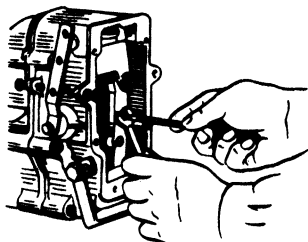

Рис. 64. Регулировка производи-
9.1. При номинальной частоте вращения 1030 об/мин , соответствующей максимальной мощности двигателя, средняя цикловая подача должна быть равна $93\text{—}97 \text{ мм}^3/\text{цикл}$ для двигателя ЯМЗ-240М2, $138\text{—}142 \text{ мм}^3/\text{цикл}$ для ЯМЗ-240НМ2, $117\text{—}121 \text{ мм}^3/\text{цикл}$ — для ЯМЗ-240ПМ2. Величина этой подачи регулируется винтом регулировки номинальной подачи (рис. 64). При вывертывании винта подача уменьшается, при вывертывании — увеличивается.